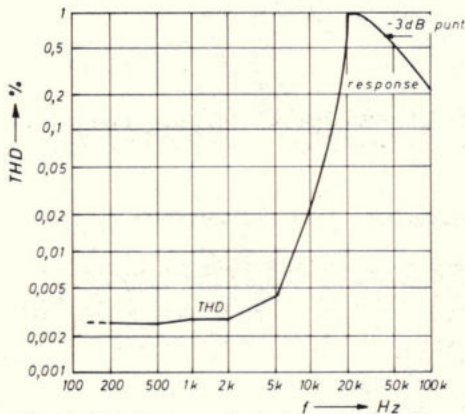

Fig. 4. Relatie tussen door slewen begrenste THD en frequentie karakteristiek. LM 301 A, compensatie 30 pF, unity gain, inverterend.
Slewen treedt ook op in voorversterkers en IC's. Aan de laatste componenten zijn veel metingen gedaan (ref. 9 en 13). Uit fig. 4 blijkt de relatie tussen bandbreedte en vervorming. Hiervoor werd een LM 301 A gebruikt, geschakeld als $1 \times$ versterker (unity gain) en gestuurd op de inverterende ingang. De vervormingskromme gaat omhoog vanaf 2 kHz veroorzaakt door SID.